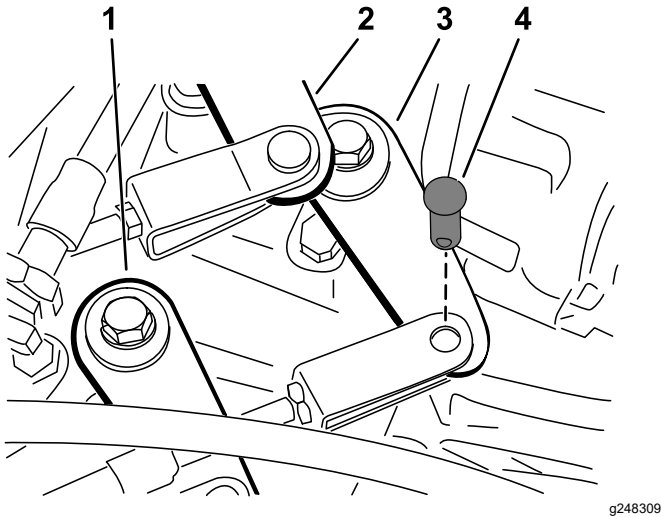

Figura 44
2. Îndepărtai tifturile cu cap și gaură care fixează cablurile pentru schimbătorul de viteze la braele cutiei de viteze (Figura 44).
1. Îndepărtai tifturile cu cap și gaură care fixează cablul pentru gama de viteze ridicate – reduse la cutia de viteze (Figura 44).